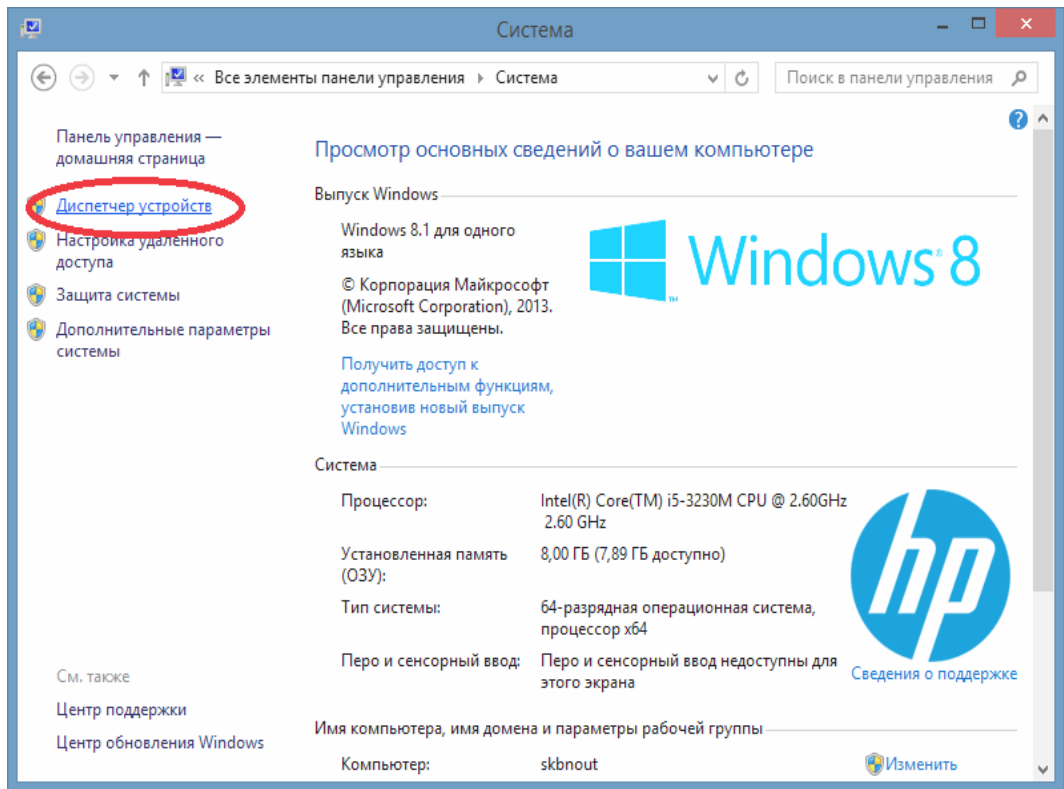

Рисунок 10
- 2) в окне «Система» выбрать пункт «Диспетчер устройств» (Рисунок 10);